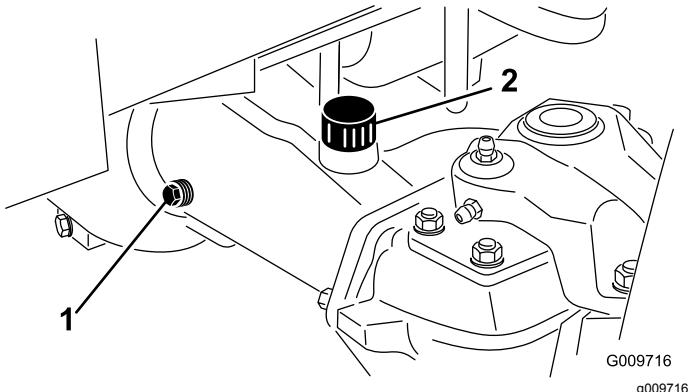

Figura 84
- Retire un tapón de verificación de un extremo del eje y asegúrese de que el lubricante llega al borde inferior del orificio (Figura 84).